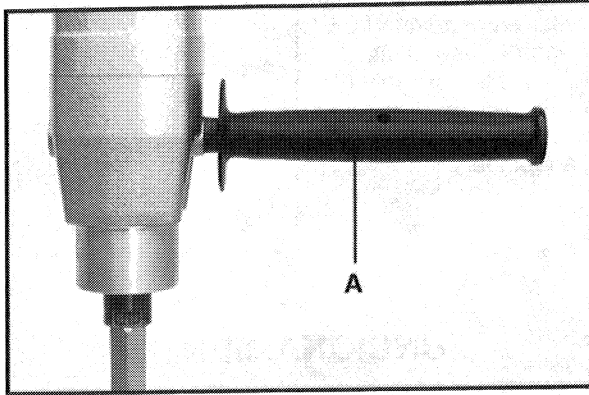

Fig. 3
Con la herramienta se incluye un mango auxiliar (A) Fig. 3, que puede instalarse en cualquier lado de la caja delantera. Este mango debe utilizarse **EN TODO MOMENTO** para mantener el control completo de la máquina.